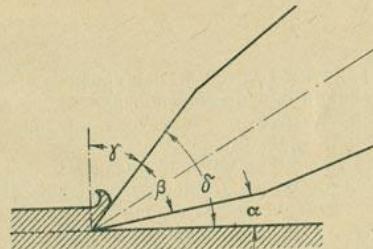

Рис. 22. Главные углы зубила
**21.** На рис. 22 показаны главные углы зубила. Выполнить этот рисунок в тетради. Выписать названия углов и дать им определения.